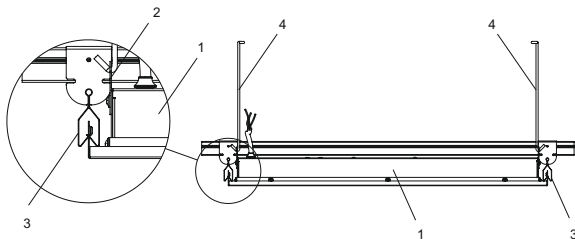

Рис.1 – Монтаж светильника
4.2.1 Светильник возможно встраивать в подвесную потолочную систему Clip In. Монтаж осуществляется следующим образом (см. рисунок 1):
- извлеките светильник (1) из индивидуальной упаковки;
- установите в вертикальное положение пластины для подвесов (2) (прикреплены к корпусу светильника);
- защёлкните светильник (1) в монтажную рейку потолочной системы Clip In (3);
- подвесьте светильник (1) к несущему потолку крепёжными элементами (4). Крепёжные элементы (4) в комплект поставки светильника не входят.